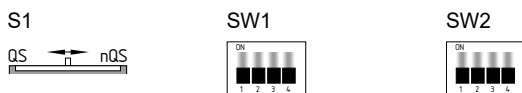

Fig. 4
- Os interruptores DIP encontram-se embaixo do painel frontal do módulo de relé de segurança (ver fig. 4 e 5).
Ajuste do interruptor (ver Fig. 4)